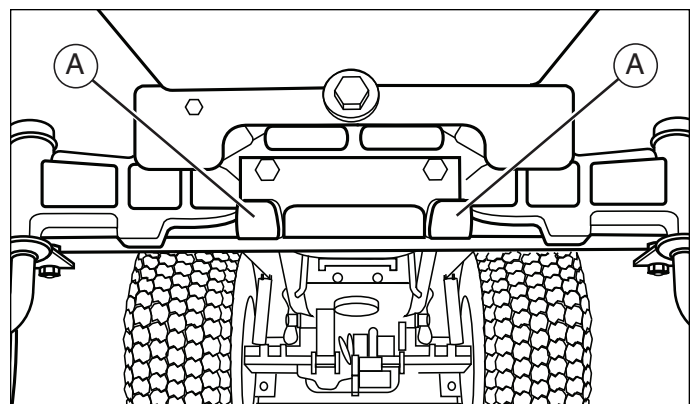

Figure 6. Attache de la tondeuse
7. Orienter les roues droit vers l'avant. Enlever l'attelage de la tondeuse des supports du tracteur (A, Figure 6).
4. Orienter les roues droit vers l'avant. Placer l'attelage de la tondeuse enlevé sur les supports de l'attelage du tracteur (A, Figure 6).